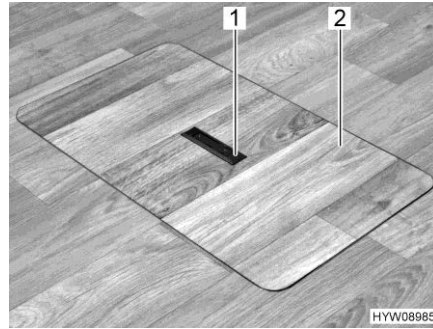
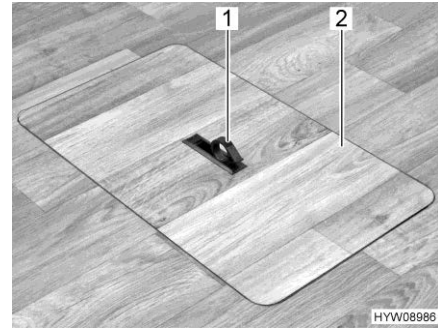

Fig. 73 Copertura vano pavimento
Fig. 74 Copertura vano pavimento
- Spingere la piastra di presa (Fig. 73,1) verso il basso da un lato. La maniglia (Fig. 74,1) viene ruotata verso l'alto.
- Alzare la copertura (Fig. 74,2).
- Collocare la copertura (Fig. 74,2) nell'intelaiatura presente sul fondo.